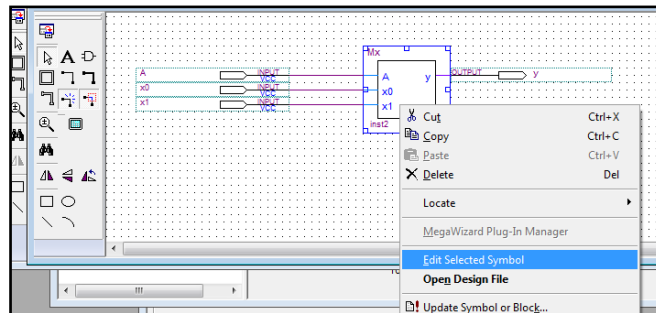

Рис. 3.7
11. Отредактируйте блок в редакторе: **Edit-selector – symbol** (Рис. 3.7).